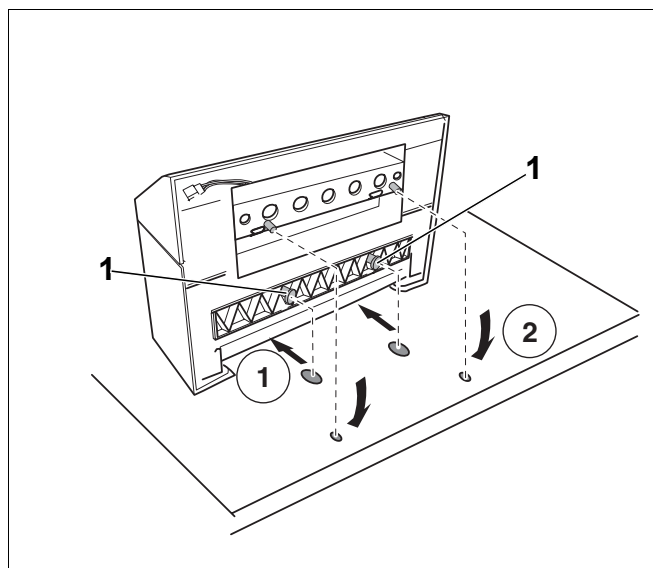

Рис. 6 Монтаж системы управления на отопительном котле (вид с задней стороны котла)
- Вставьте передние крюки (рис. 6, поз. 1) снизу на системе управления в предусмотренные для них пазы в котле и сдвиньте систему управления вперед (рис. 6, шаг 1).
- Нажмите на систему управления сзади вниз до защелкивания (рис. 6, шаг 2).